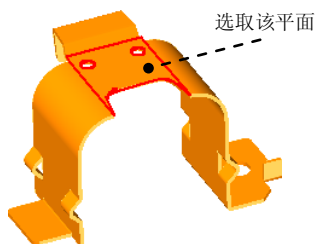
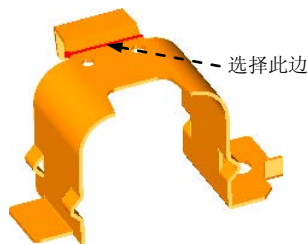

图 6.4.4 定义参照面
图 6.4.5 定义参照边
Step4. 选取图 6.4.4 所示的面为平直向上的面, 然后选择图 6.4.5 所示的边为参照, 展平图样结果如图 6.4.6 所示。